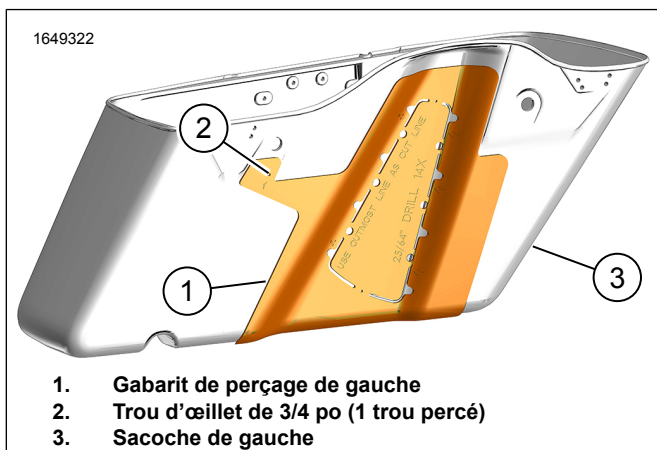

Figure 20. Gabarit de perçage de la sacoche de gauche
1. Voir la Figure 20. Répétez les étapes 1 à 8 de la sacoche de droite.